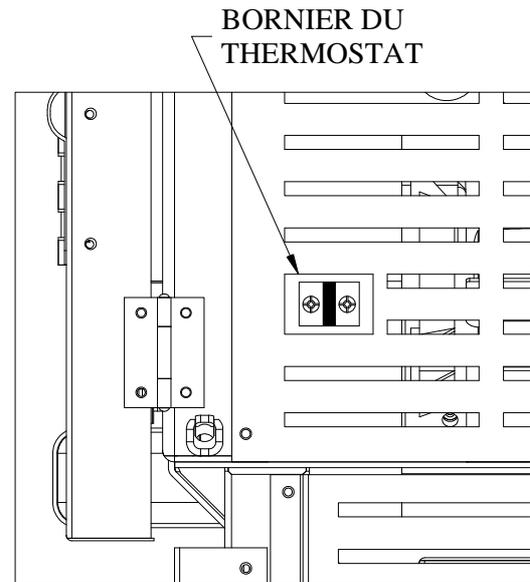

FIGURE 16
- Branchez les deux fils du thermostat aux bornes situées sur le dos du poêle, vers le bas, à droite. Pour ce faire, il suffit de dévisser légèrement les deux vis et d'insérer les deux fils sur chaque borne. Reserrez les deux vis (voir figure 16).